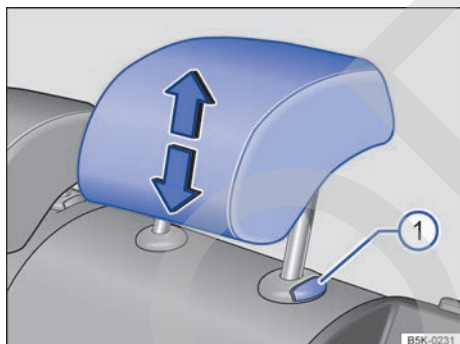

Fig. 84 Ajuste de los apoyacabezas traseros.
- Desplace el apoyacabezas en el sentido de una de las flechas: o bien hacia arriba, o bien hacia abajo a la vez que presiona la tecla → fig. 84 ① → ⚠.